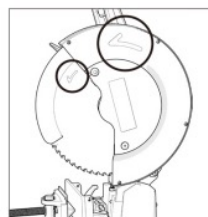

Fig. 6
- Installera på den och se till att pilens riktning på sågklingan är densamma som pilens riktning på skyddet. (Fig. 6)